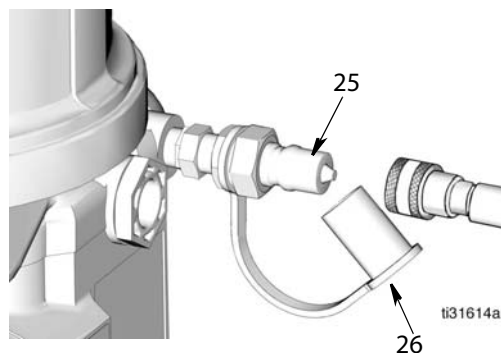

Рис.20
- Перед наполнением резервуара всегда прочищайте впускной фитинг (25) (Рис.20) чистой сухой тканью. Грязь и/или мусор могут повредить насос и/или смазочную систему.
1. Снимите пылезащитный колпачок (26) и подсоедините заливочный шланг к впускному фитингу (25) (Рис.20).